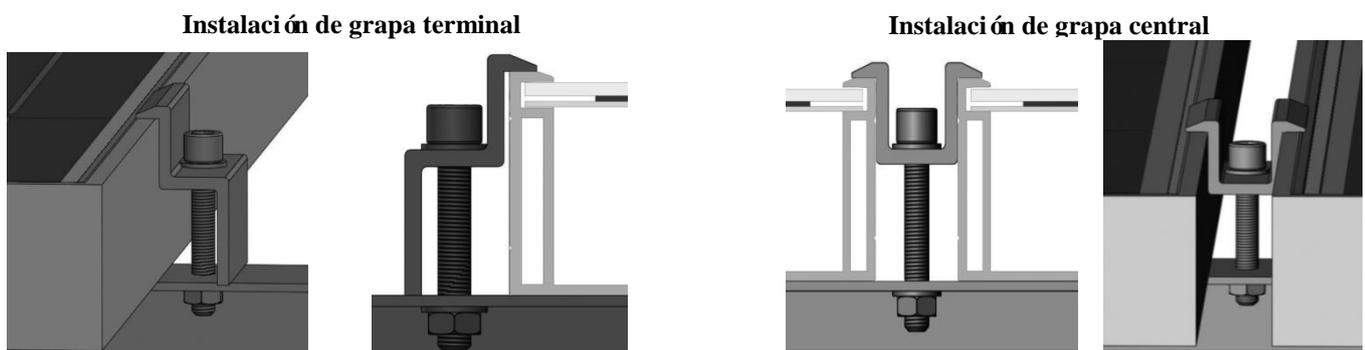

**Figura 1: Módulo fotovoltaico solar instalado mediante el método de fijación con tornillos**
- Sujete el módulo en cada punto de fijación mediante un tornillo M8, una arandela plana, una arandela de resorte y una tuerca, tal como se muestra en la Figura 1, y apriete el tornillo con un par de 16 a 20 N m.